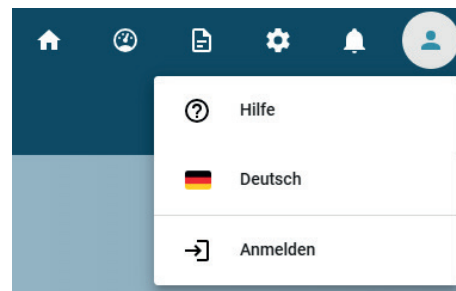

Bild 8-2: Benutzermenü (nicht angemeldet)
1. *ANMELDEN* (siehe Bild 8-2 auf Seite 93) öffnet den Anmeldedialog (siehe Bild 8-10).